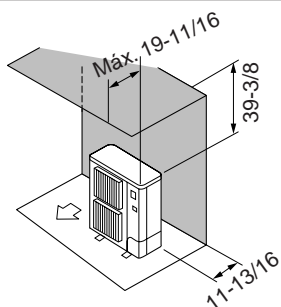

Fig. 2-3
- ② Obstáculos sólo en la parte trasera y superior (Fig. 2-3)